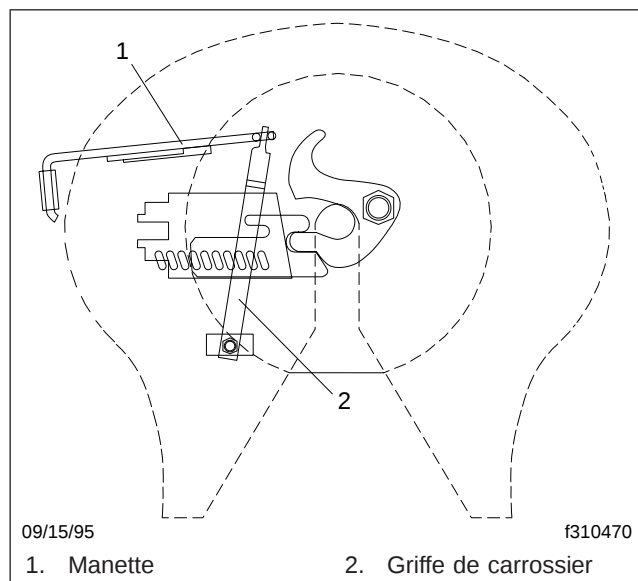

Fig. 2, Alignement de la griffe de carrossier et de la manette
5. La griffe de carrossier et la manette doivent être bien alignées. Voir la **figure 2**. Comparez l'alignement de la griffe et de la manette à celui d'une griffe et d'une manette neuves ou qui fonctionnent bien. Remplacez la griffe ou la manette si elle est tordue ou mal alignée.